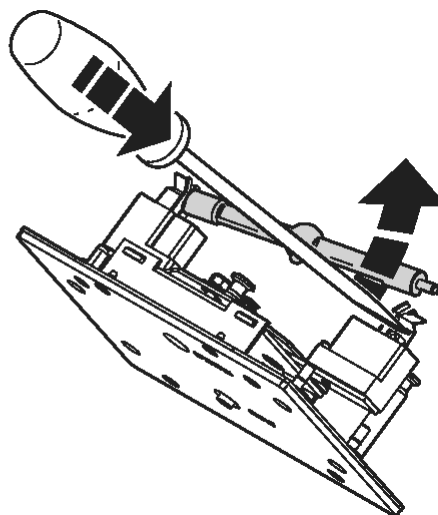

Рис.3: Извлечение лампы
3. Нажмите на фиксирующую пружину справа и аккуратно вытолкните контакт. Для этого можно использовать отвертку, как показано на рис. 3. Снимите лампу.